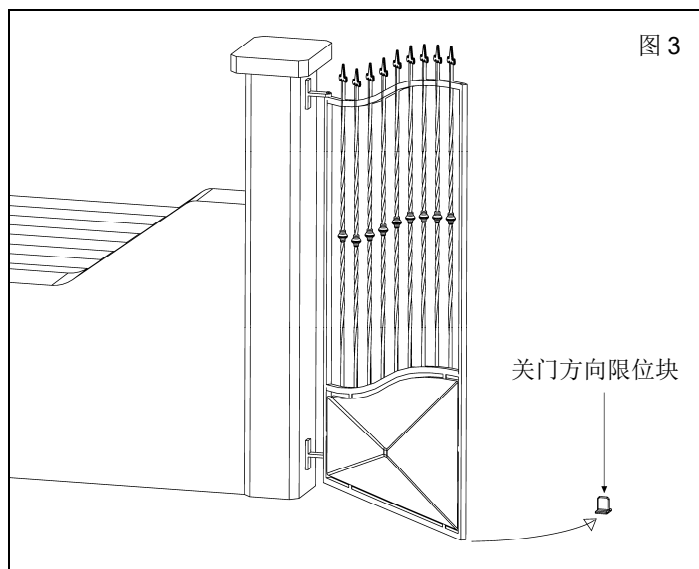

图 3
- 如果门扇宽度超过 1.8m 或门重超过 150kg，建议在地面安装关门方向的机械限位块（图 3）。